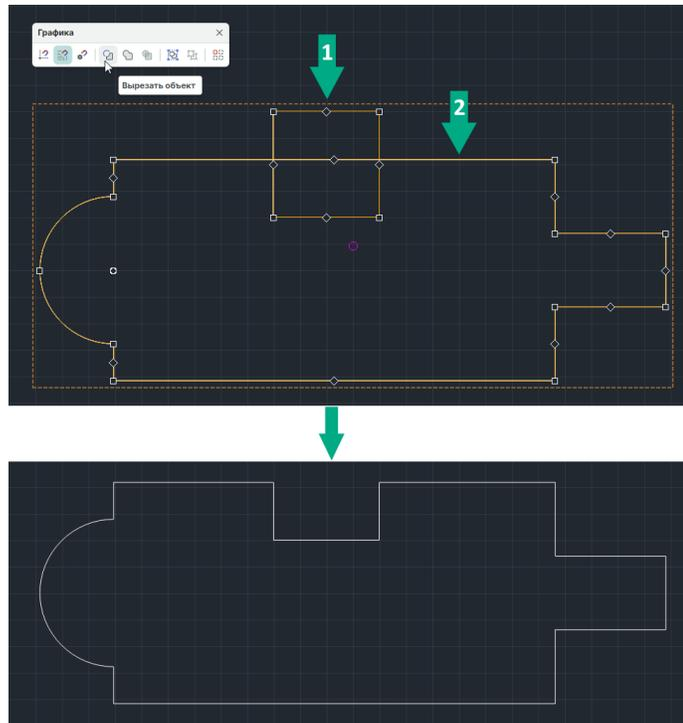

Рис. 138 Создание выреза
2. Переместите созданный объект на границу контура платы таким образом, чтобы его часть, включенная в состав платы, определяла форму и размеры выреза. Поочередно выделите оба объекта, используя клавишу «Ctrl», и на панели инструментов «Графика» используйте инструмент «Вырезать объект», обозначенный символом , см. Рис. 138. Использование данного инструмента возможно только при работе с двумя графическими объектами.